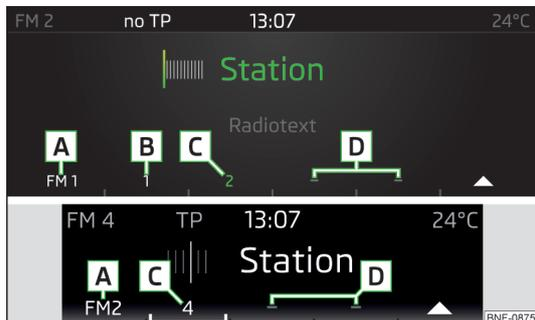

Fig. 102
- Para **guardar las emisoras**, seleccionar el grupo de memoria con la tecla de función **A** » fig. 102 y mantener presionada la tecla de estación deseada.
Teclas de emisoras para la emisora preferida » fig. 102